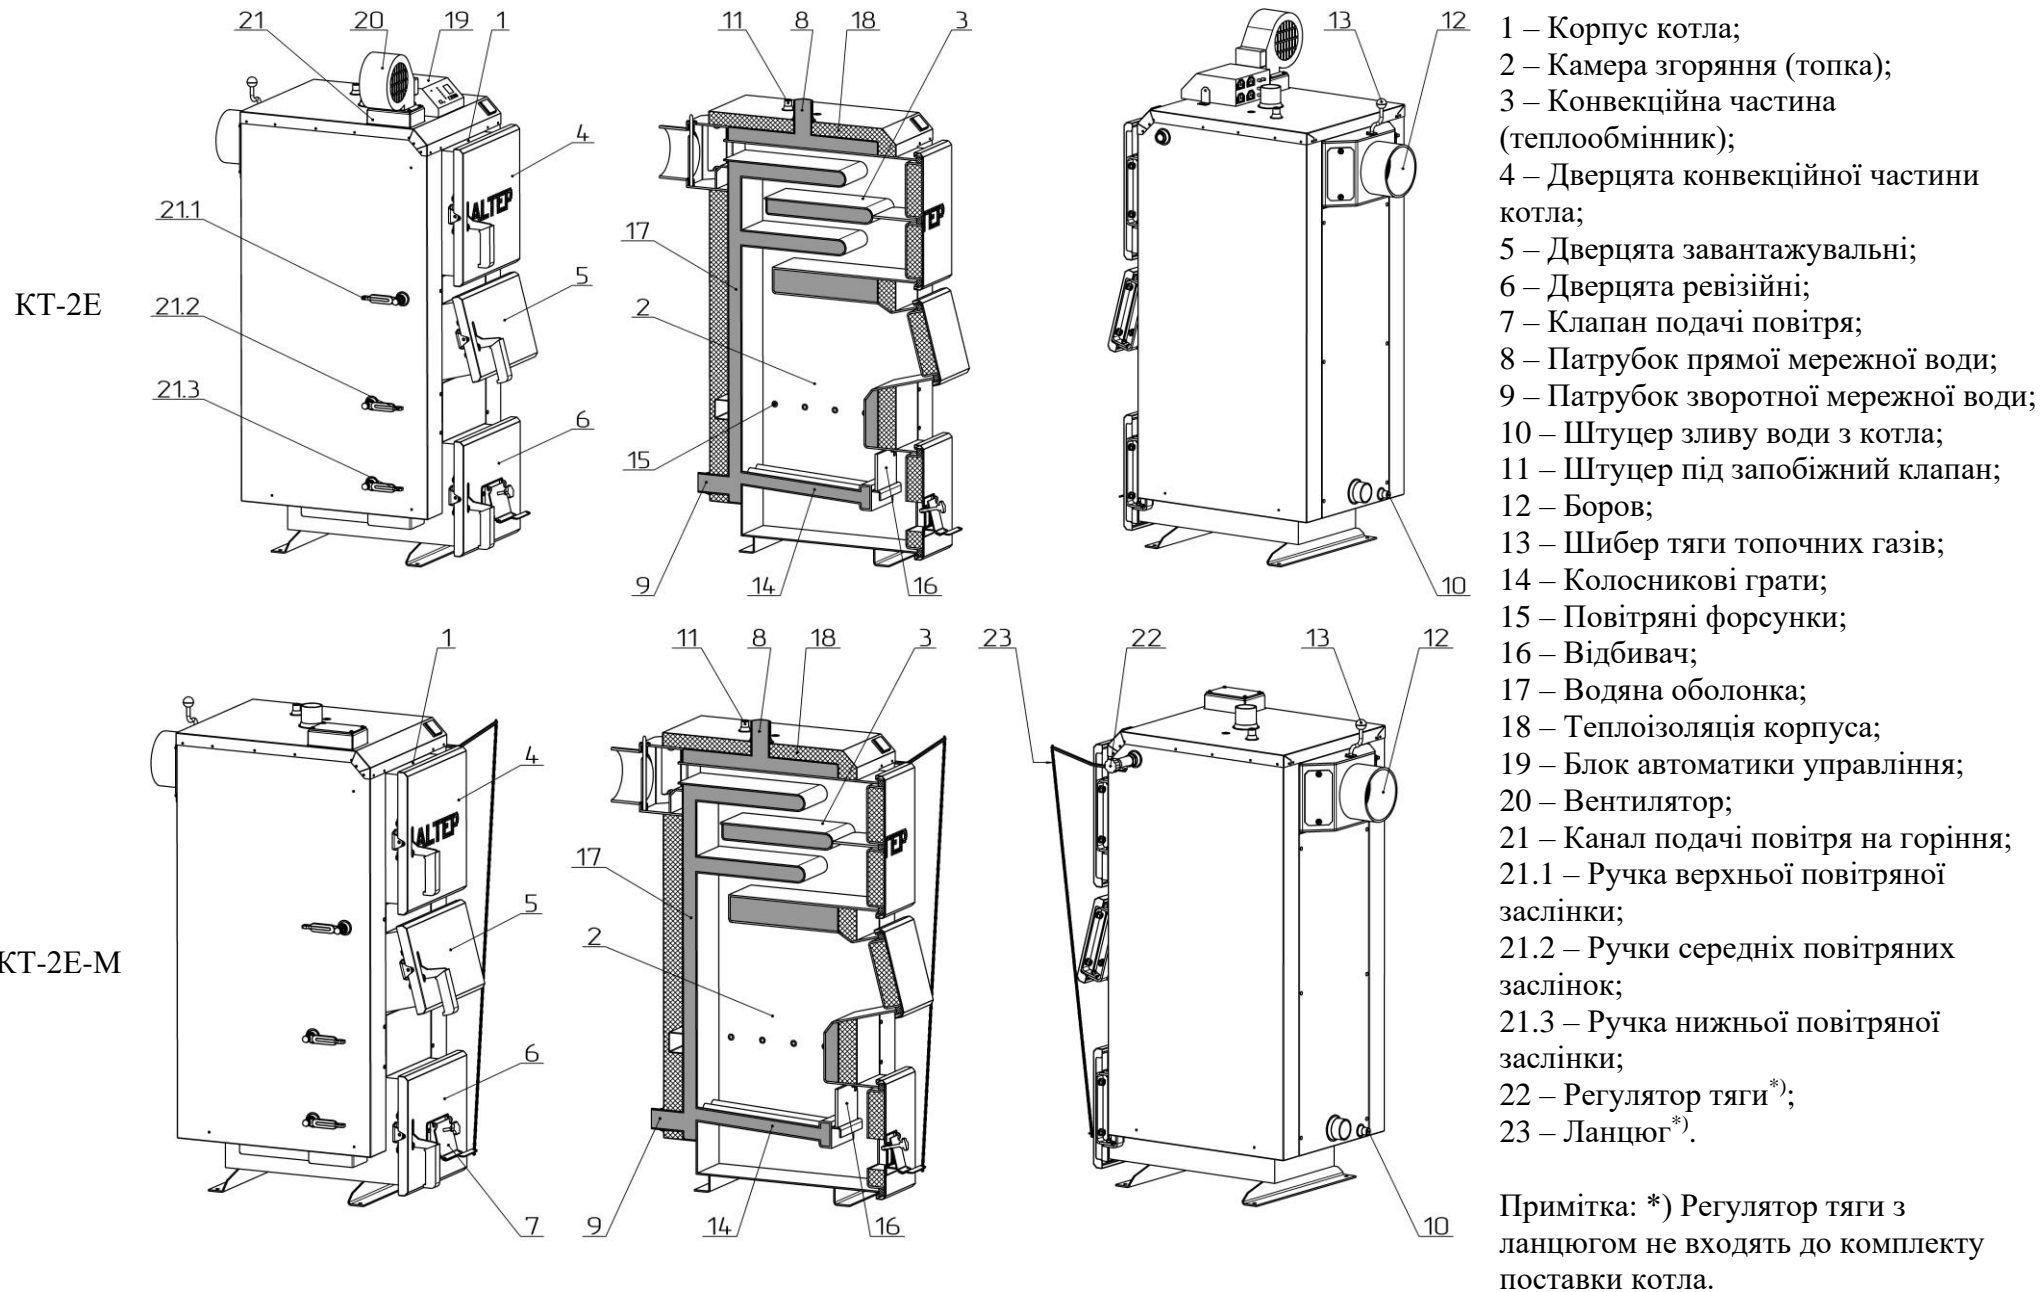

Рисунок 2 – Зовнішній вигляд та основні елементи котла
Конструктивно котел являє собою збірно-зварену конструкцію, що складається з корпусу (поз. 1, рис. 2) з камерою згоряння (топкою) (поз. 2, рис. 2). Над топкою розташована конвекційна частина котла (поз. 3, рис. 2), що являє собою високоєфективний чотирьохходовий теплообмінник.
Корпус котла виконаний в формі паралелепіпеду з подвійними стінками, які розділені водними перегородками (поз. 17, рис. 2). На зовнішній поверхні корпусу під декоративною обшивкою закріплена теплова ізоляція. (поз. 18, рис. 2).
Паливо для процесу спалення завантажується на колосникові ґрати (поз. 14, рис. 2) крізь завантажувальні дверцята (поз. 5, рис. 2). Колосникові ґрати виконані з товстостінних безшовних труб по яких постійно циркулює вода з водяної оболонки котла, що унеможливує їх прогорання.
- у котлі КТ-2Е – по каналу подачі повітря (поз. 21, рис. 2) припливним вентилятором (поз. 20, рис. 2). Кількість повітря, необхідного для процесу згоряння, регулюється автоматично блоком автоматики управління (поз. 19, рис. 2);
- у котлі КТ-2Е-М – крізь вікно клапана подачі повітря (поз. 7, рис. 2), що закривається кришкою під колосникові ґрати. Кількість повітря, необхідного для процесу згоряння, регулюється механічним регулятором тяги (поз. 22, рис. 2), який шляхом натягу або послаблення ланцюга (поз. 23, рис. 2) керує положенням кришки клапана. **Регулятор тяги не входить до комплекту поставки котла.**
Підведення і відведення теплоносія здійснюється відповідно через патрубки зворотної мережної води (поз. 9, рис. 2) і прямої мережної води (поз. 8, рис. 2).
Топочні гази виходять у димохід крізь боров (поз. 12, рис. 2), розташований у задній частині котла. Боров обладнано вбудованим дросельним клапаном продуктів згоряння – шибером (поз. 13, рис. 2). У випадку надто високої тяги у димоході шибер дає можливість її знизити шляхом часткового перекривання вихідного отвору борова.
У верхній частині корпусу котла розташований штуцер для встановлення запобіжного клапана (поз. 11, рис. 2).
На бічній стінці корпусу у нижній її частині розміщено штуцер для зливу води з котла (поз. 10, рис. 2).
- дверцята для періодичного обслуговування (чищення) конвекційної частини котла (поз. 4, рис. 2);
- ревізійний дверцята (поз. 6, рис. 2) для періодичного чищення колосникових ґрат та зольника.